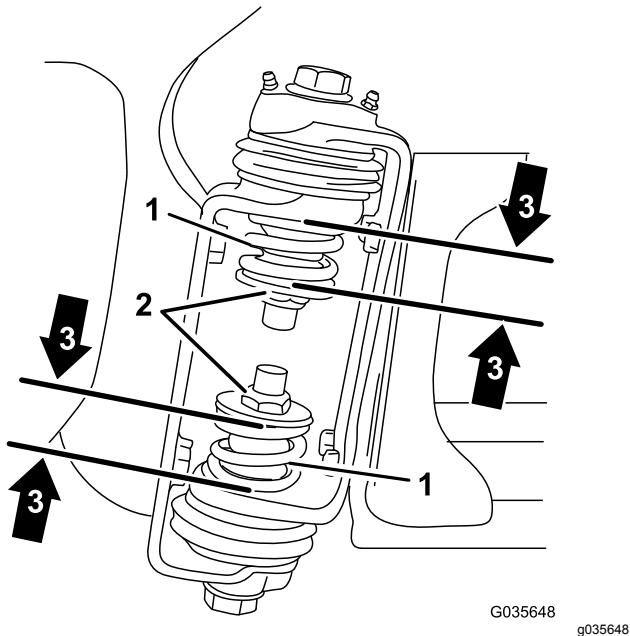

Figura 4
3. Na dobradiça da secção, meça a compressão das molas superior e inferior enquanto as secções estão na sua posição estendida (Figura 4).